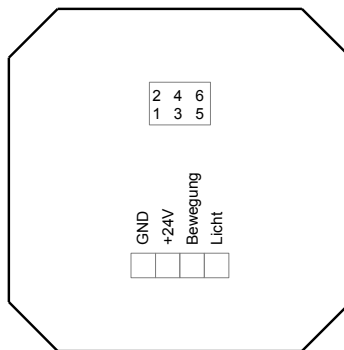

Abbildung 24: Messpunkte für Funktionstests
- Führen Sie folgende Widerstandsmessungen durch und vergleichen Sie die Ergebnisse mit den vorgegebenen Werten, sollten diese um mehr als $\pm 15\%$ abweichen, muss Ihnen beim Löten ein Fehler unterlaufen sein, welcher beseitigt werden muss, bevor Sie fortfahren können. Die Anschlusspunkte sind in Abbildung 24: Messpunkte für Funktionstests eingezeichnet.